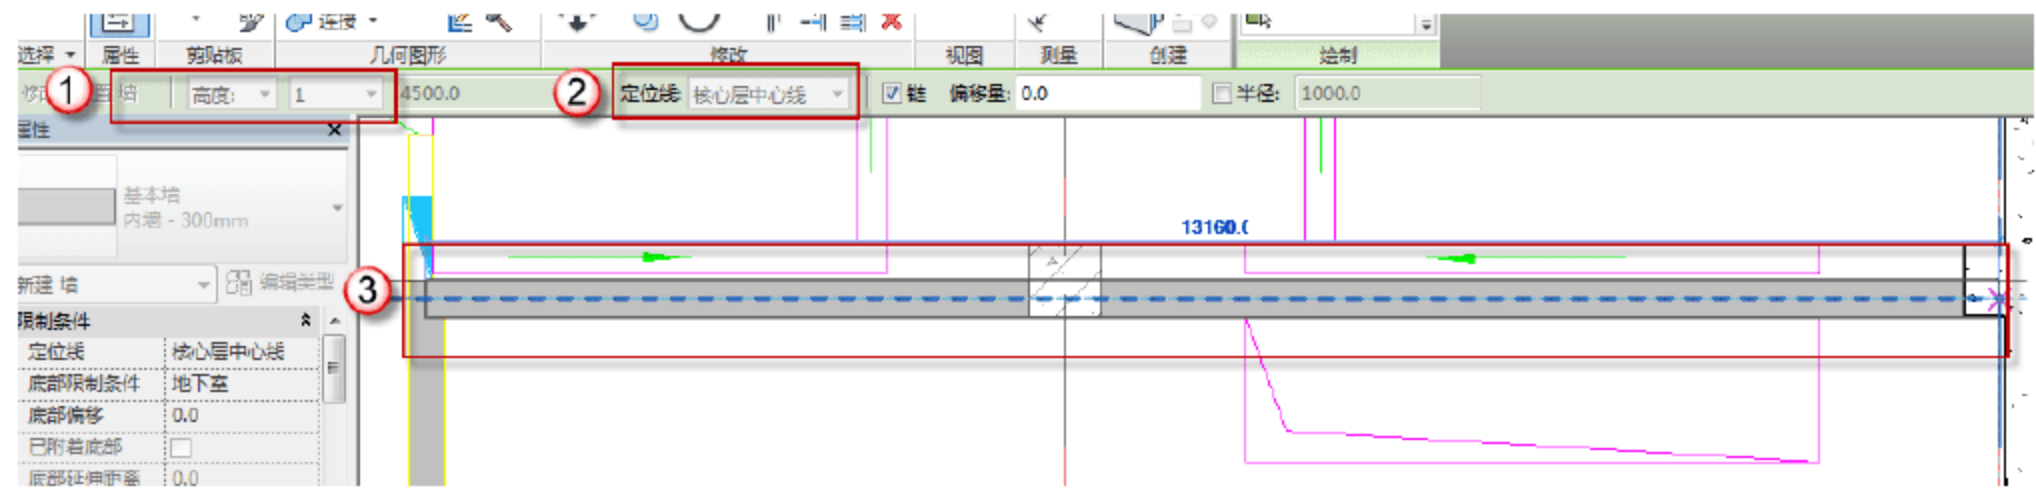

图 9.1.48 绘制“内墙-300mm”
(21) 绘制“内墙-300mm”。在绘图界面中，放置墙选择“高度”，楼层为“1”，“定位线”选择“核心层中心线”，之后就可以开始绘制墙体了，如图 9.1.48 所示。
(22) 复制创建“内墙-150mm”族类型。按快捷键 W+A，单击“属性”面板中的“编辑类型”按钮，在弹出的“类型属性”对话框中，单击“复制”按钮，在弹出的“名称”